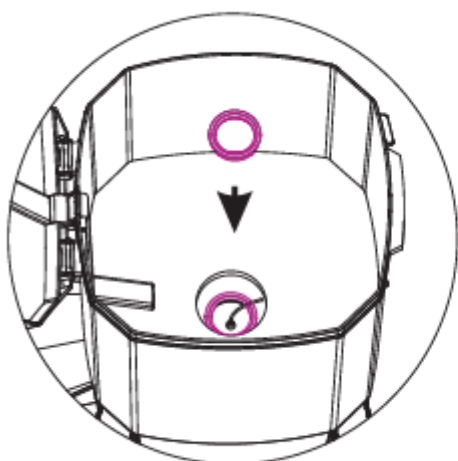

Fig. 1
1. Lors de l'utilisation de morceaux d'aliments de 1 à 5 mm, fixer manuellement l'anneau de retenue pour réduire la quantité d'aliments (voir fig. 1).
1. Allumez l'appareil en appuyant sur l'interrupteur secteur du boîtier de l'appareil. L'affichage standard est comme illustré dans la Fig. 1. Utilisez la touche « SET » pour régler l'heure. En appuyant brièvement sur la touche « SET », vous pouvez régler les heures, en appuyant une autre fois sur cette touche, vous pouvez régler les minutes. Utilisez les touches « augmenter » et « réduire » pour augmenter ou réduire les valeurs.